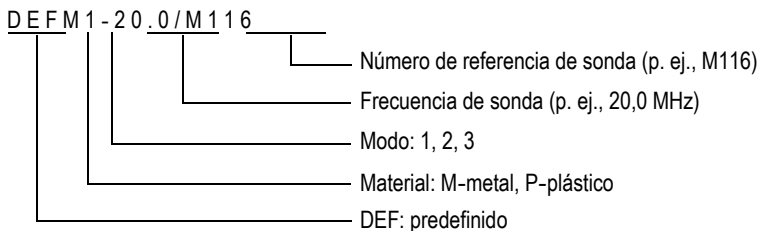

Figura 5-3 Selección de la configuración para una sonda monoelemento
- c) En la pantalla **PREDEFINIDO (DEFAULT)** [ver Figura 5-3 en la página 85], dentro de la lista de configuraciones predefinidas disponibles, resalte la configuración según la sonda que está utilizando.